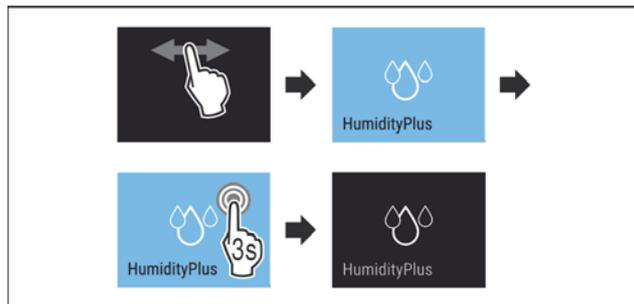

Fig. 13
- ▶ Выполните шаги действия (см. Fig. 13).